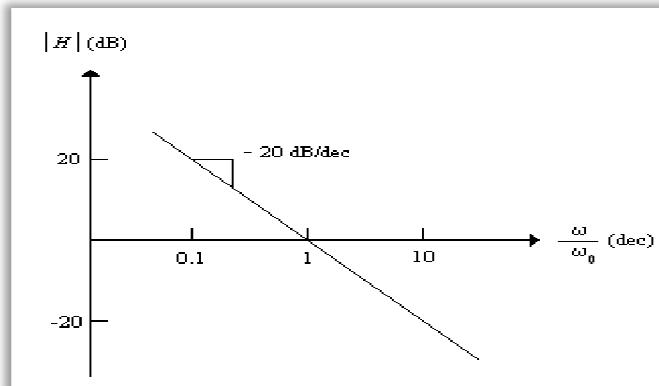

Figura 3.4-11
2. Conecta el circuito conforme a la Figura 3.4-11 y verifícalo con respecto al circuito mostrado en la Figura 3.4-12.